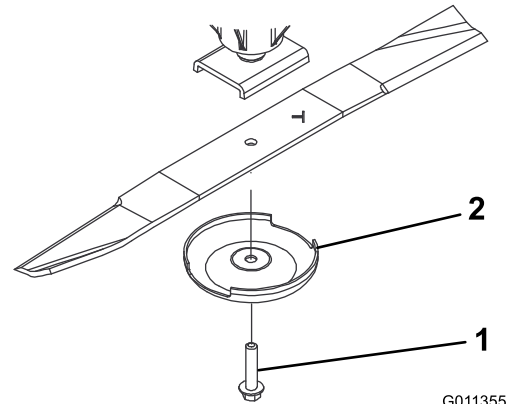

Bild 1
2. Entfernen Sie die Messerschraube, die Antiskalpierkuppe und das Messer von der Spindelwelle (Bild 1).